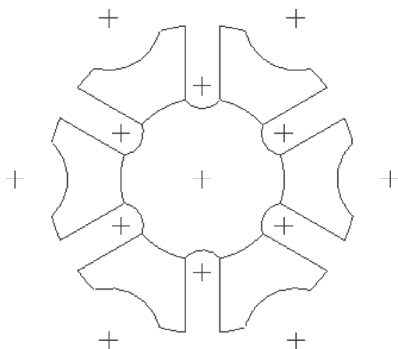

图 2-17 打开模型文件
STEP 01 单击快速访问工具栏中的“打开”按钮 ，打开模型文件，如图 2-17 所示。